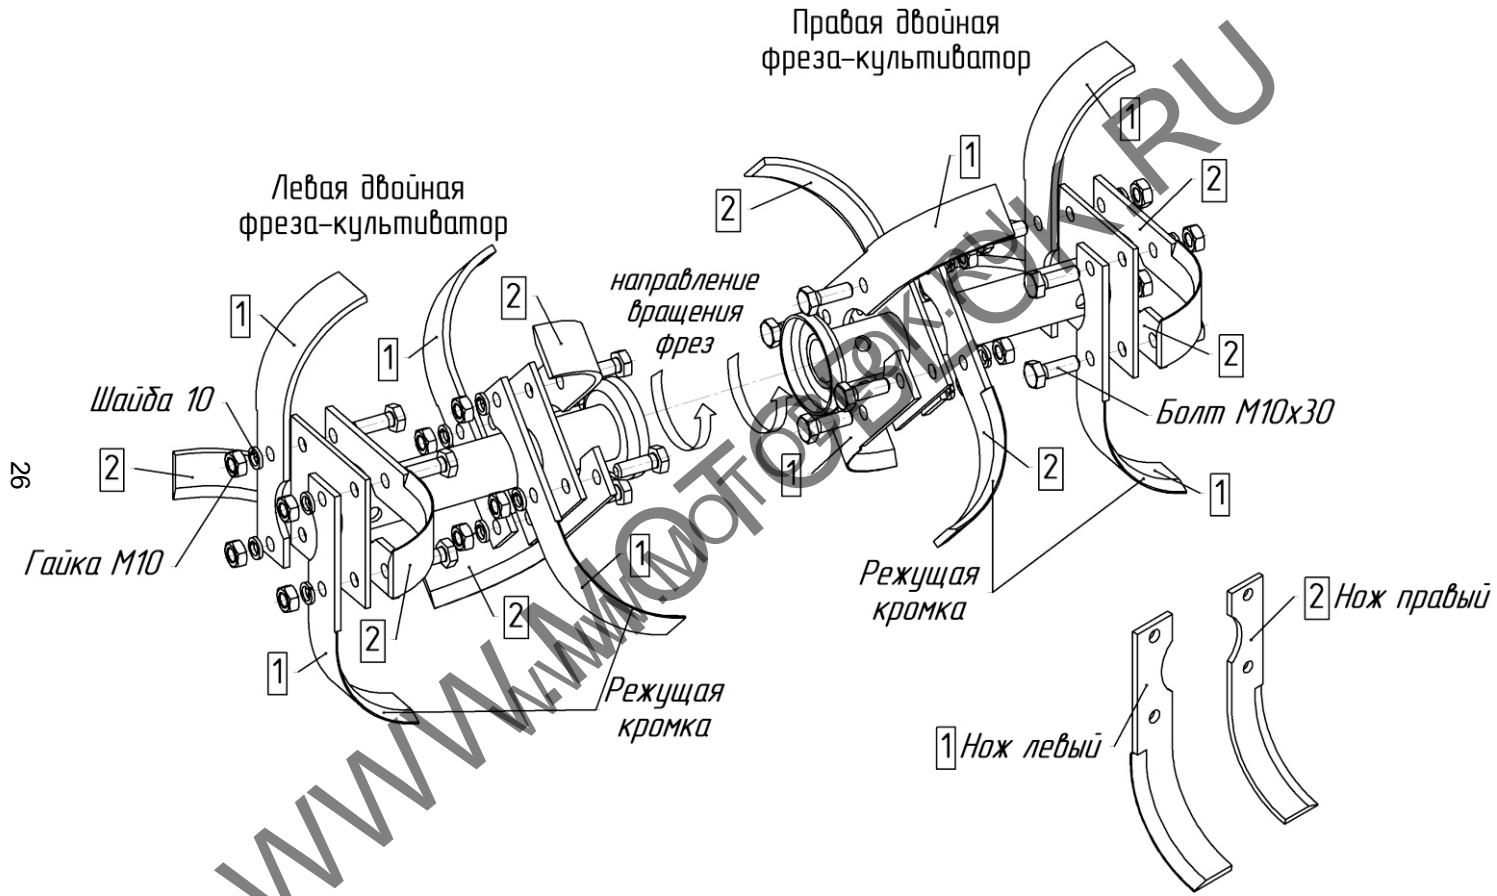

Рис.12. Схема сборки двойных фрез-культиваторов
**ВНИМАНИЕ!** ОСТРЫЕ КРОМКИ НОЖЕЙ ДОЛЖНЫ БЫТЬ НАПРАВЛЕНЫ ПО НАПРАВЛЕНИЮ ДВИЖЕНИЯ МОТОБЛОКА (рис.12; 13,14).